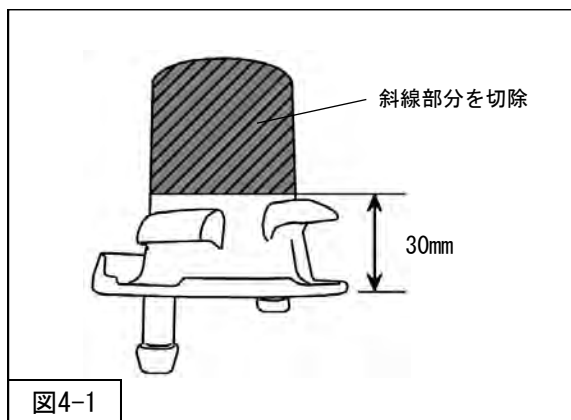

図4-1
1. 純正ロアマウンティングラバーを、下から30mmのところを切除してください。（図4-1）